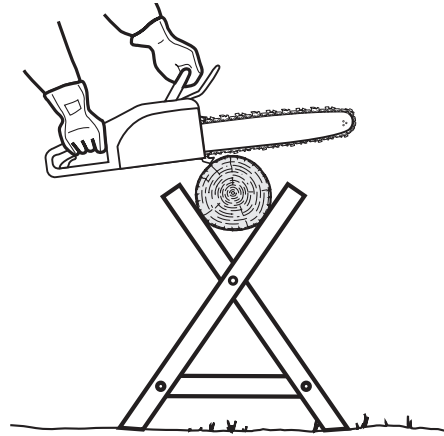

Fig. 42
- > Apoye troncos pequeños en un soporte de corte u otro tronco durante el tronzado (Fig. 42).